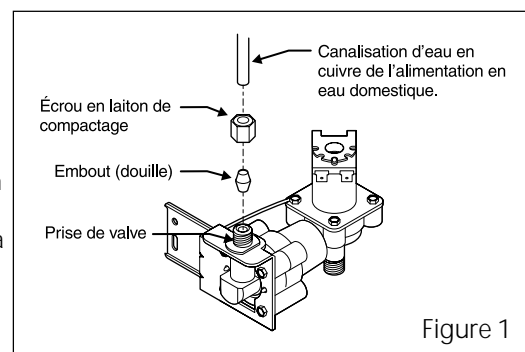

Figure 1
4. Faire glisser l'écrou à compression en laiton puis la bague d'extrémité (douille) sur la conduite d'alimentation en eau, tel qu'illustré à la figure 1.